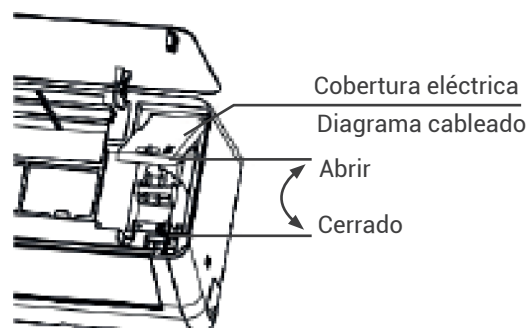

Fig.12
7. INSTALAÇÃO**7.10 CONEXÃO DE FIO****1. Unidade interior (fig.12)**